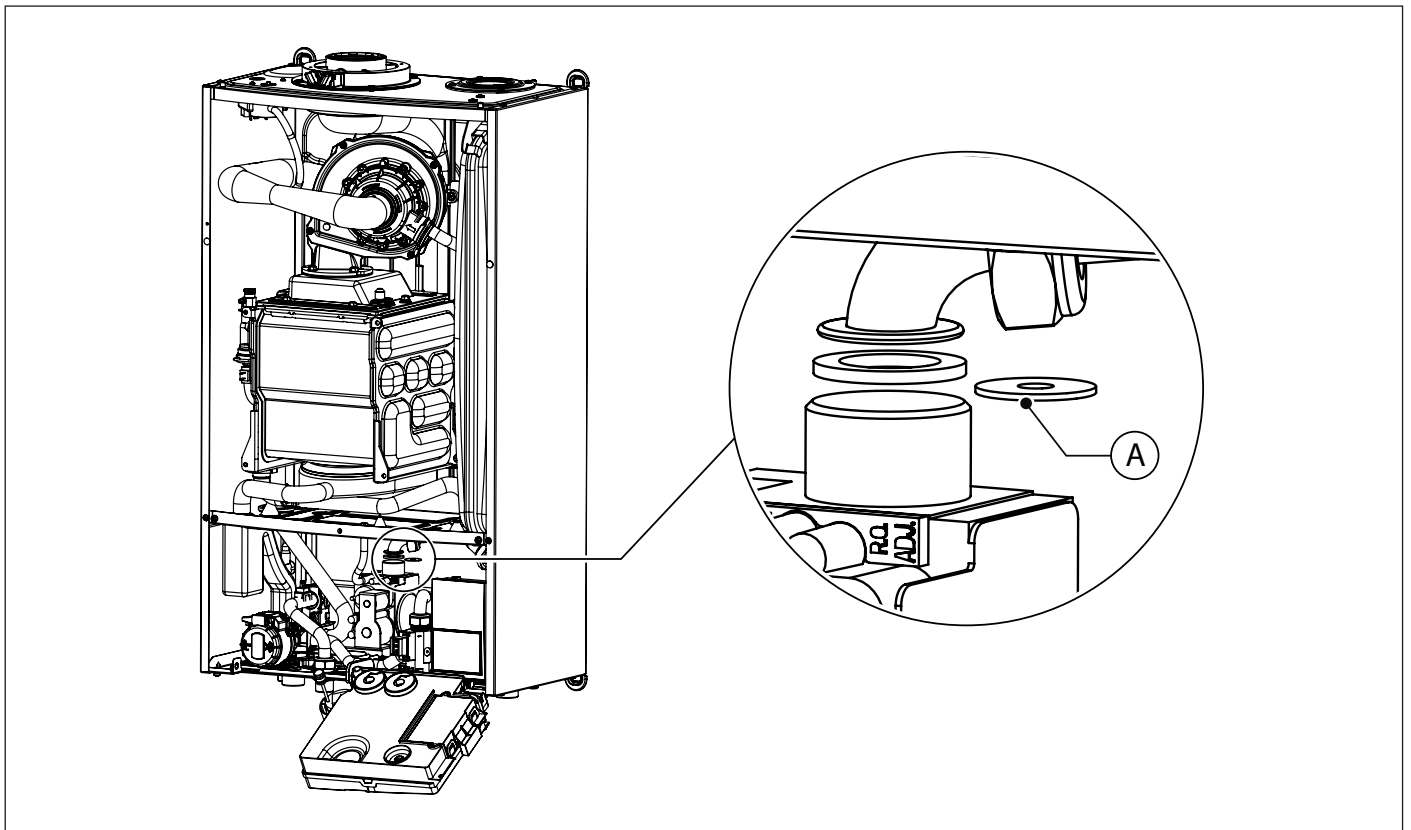

Fig. 23 Sostituzione diaframma gas
- Scollegare il tubo gas dalla valvola gas (vedi Fig. 23 Sostituzione diaframma gas).
- Sostituire il diaframma gas (A) con quello del nuovo tipo di gas (vedi Fig. 23 Sostituzione diaframma gas).